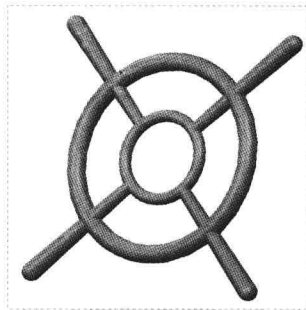

图 7-21 图形文件
Step 01 按【Ctrl+O】组合键，打开图形文件，如图 7-21 所示。